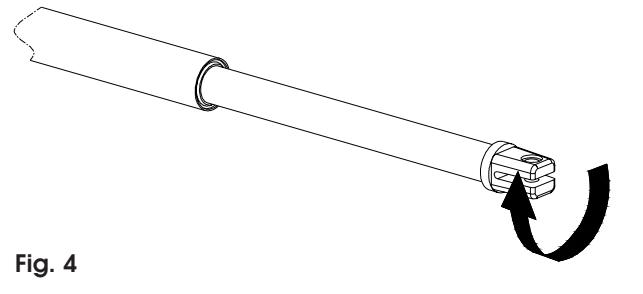

Fig. 4
- (1) E' consigliabile ingrassare tutti i perni di fissaggio degli attacchi.
- (2) Nel caso non sia possibile eseguire saldature, le piastre degli attacchi anteriore e posteriore sono predisposte per un'eventuale fissaggio tramite viti e tasselli.
- 4) Estrarre completamente lo stelo fino a battuta (fig. 4).
- 6) Ruotare di mezzo/un giro in senso orario lo stelo dell'operatore (fig. 4).